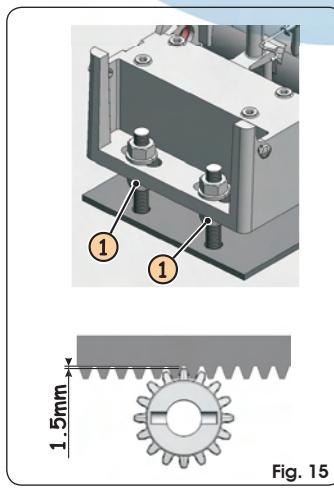

Fig. 15
- Na de installatie van de tandheugel moet de positie van de motorreductor ongeveer 1,5 mm worden verlaagd (Fig.15) om te garanderen dat de tandheugel goed in het rondsels grijpt.